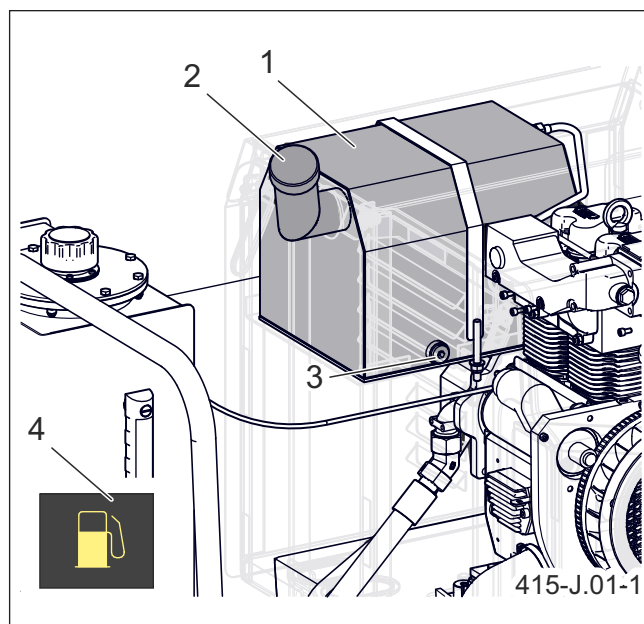

Рисунок 6.1 Проверка уровня топлива
- Если после включения панели на дисплее начнет светиться контрольная лампочка желтого цвета "Низкий уровень топлива" (4) (рисунок 6.1), то необходимо восполнить запас топлива.